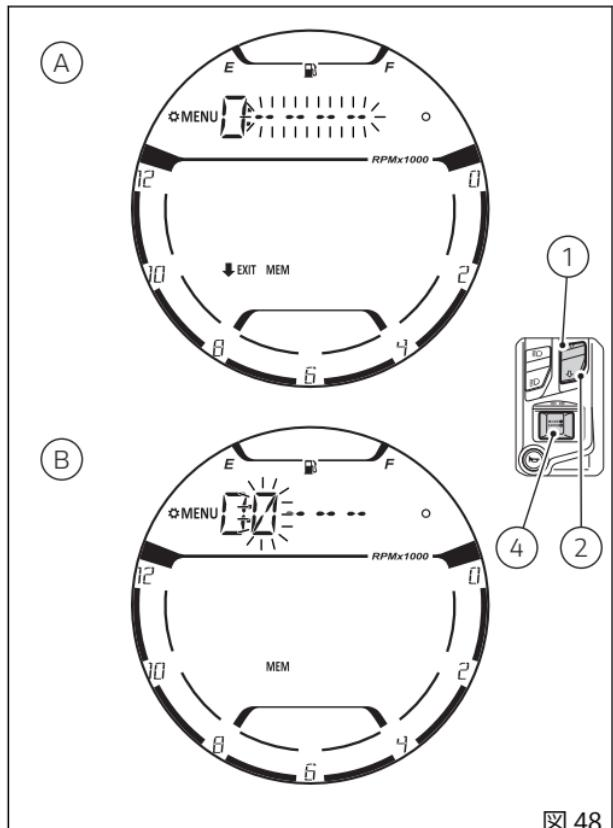

図 48
- PIN CODEが正しくない場合、インストルメントパネルは“ERROR”を2秒間点滅表示し、その後旧PIN CODEを入力する点線“----”を再び強調表示します(A、図48)。もう一度PIN CODEを入力してください。